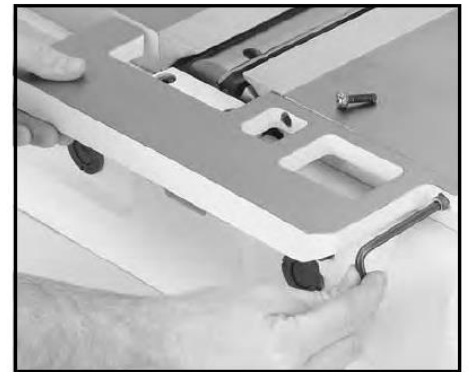

Рис. 9
16. С помощью двух саморезов М6 x 20 прикрепите удлинительный стол к передней части фуганок, как показано на рис. 9, но не затягивайте саморезы до конца.